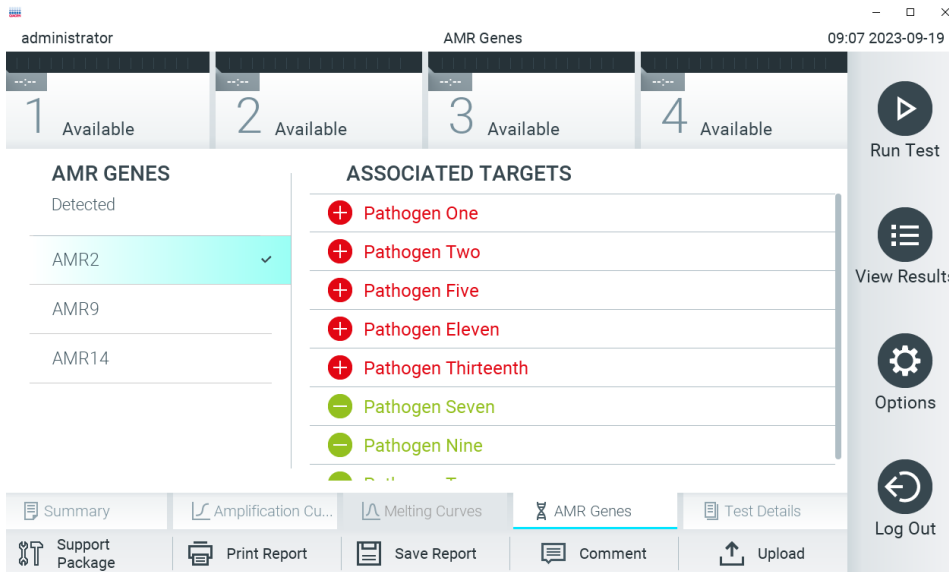

Abbildung 36. Bildschirm „AMR-Gene“ (AMR-Gene).
Auf der linken Seite befindet sich eine Liste aller entdeckten AMR-Gene. Wenn Sie eines der entdeckten AMR-Gene auswählen, wird in der Mitte eine Liste aller damit verbundenen Pathogene angezeigt. Die in der Probe nachgewiesenen und identifizierten Erreger sind mit einem -Zeichen versehen und rot eingefärbt. Die in der Probe getesteten, aber nicht nachgewiesenen Pathogene sind mit einem -Zeichen versehen und grün eingefärbt (Abbildung 36).
**Hinweis:** Bei den in Abbildung 36 gezeigten Daten handelt es sich um Pseudodaten und nicht um echte Krankheitserreger.